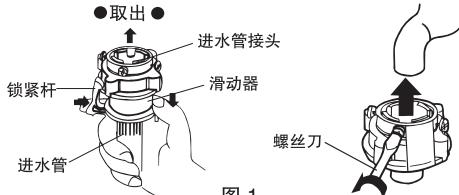

图1
- 按住锁紧杆下端往下压滑动器，从进水管部件上取下进水管接头，如图 1。